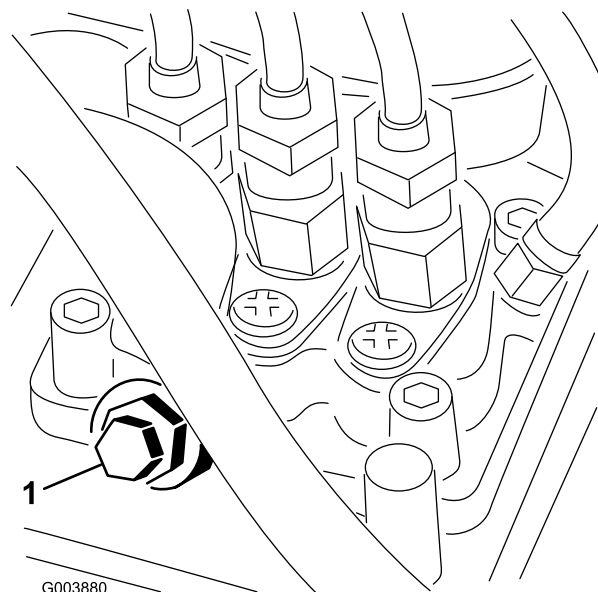

Figura 21
3. Abra el tornillo de purga de aire de la bomba de inyección de combustible (Figura 21).